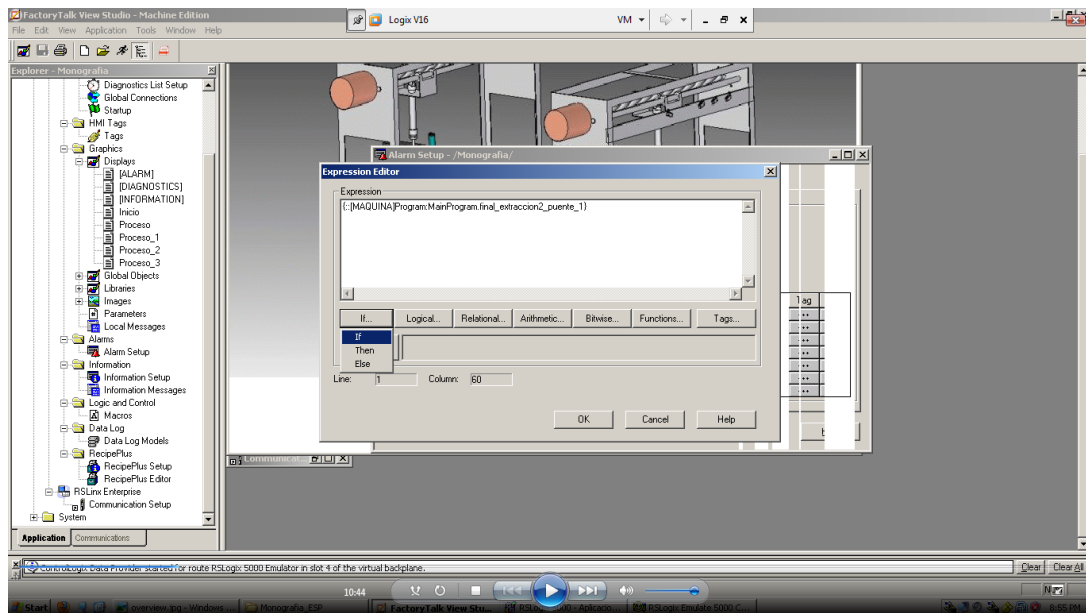

Figura 74. Expression Editor en el FT View Studio. [4]
a) Acceder al *Expression Editor*. (Ver Figura 74)